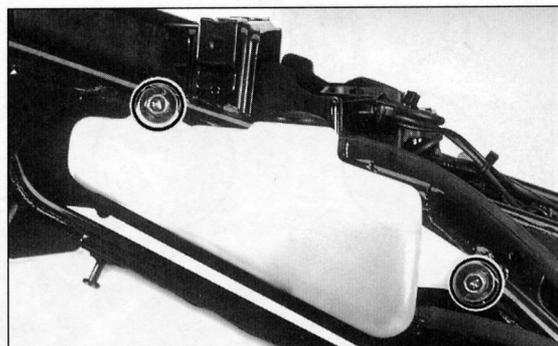

Bild 37
- Kühlmittelstand muss bei kalter Maschine mindestens bis «L»-Markierung reichen (bei warmer Maschine maximal bis «F»-Markierung, Bild 37).